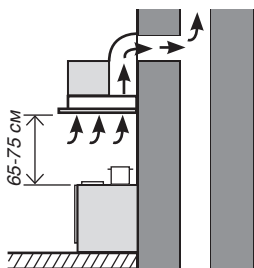
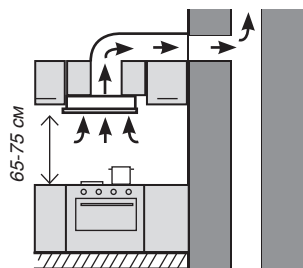
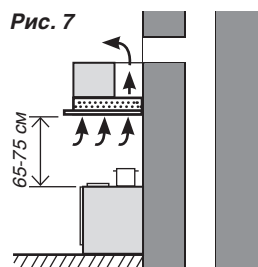

Рис. 6
Рис. 6.1
Рис. 7
- **Воздухоочиститель необходимо устанавливать над электрическими плитами на высоте не менее 65 см, над газовыми горелками — не менее 75 см. (Рис. 6, Рис. 7).**
В РЕЖИМЕ ОТВОДА ВОЗДУХА ЧЕРЕЗ ВЕНТИЛЯЦИОННУЮ ШАХТУ (Рис. 6, Рис. 6.1) воздухоочиститель посредством гофрированного шланга или пластикового воздуховода подключается к вентиляционной шахте. И, таким образом, все кухонные испарения, запахи, гарь и копоть, проходя через многоразовые жирулавливающие фильтры, выводятся за пределы помещения. При данном режиме работы нет необходимости устанавливать угольные акриловые запахоулавливающие фильтры. Режим отвода является наиболее эффективным, поскольку воздухоочиститель удаляет все кухонные испарения за пределы кухни в вентиляционную шахту.
В РЕЖИМЕ РЕЦИРКУЛЯЦИИ (Рис. 7) воздухоочиститель не подключается к вентиляционной шахте, и таким образом, воздух просто прогоняется через воздухоочиститель внутри кухни.